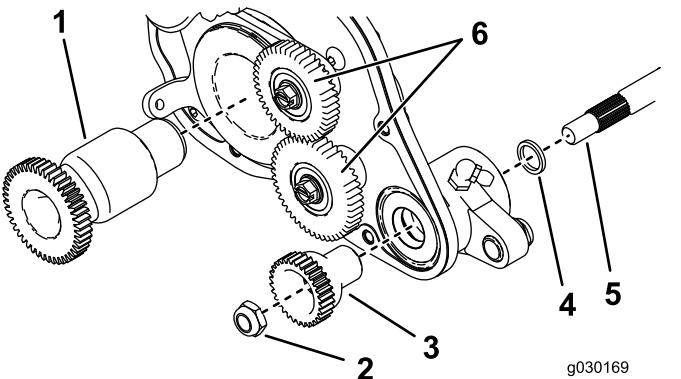

Figura 10
4. Aplique grasa a la junta del soporte del cojinete de la transmisión y al extremo acanalado del eje del groomer (Figura 10).
6. Deslice el extremo acanalado del eje del groomer en el soporte del cojinete del conjunto de la transmisión (Figura 10).
8. Sujete el engranaje al eje del groomer con la contratuerca del engranaje arrastrado (Figura 10).
13. Sujete el engranaje de arrastre del groomer al eje del molinete, en el lado derecho del molinete (Figura 10), y apriete a 170 N·m.
14. Instale y sujete los engranajes intermedios (Figura 10), y apriete los tornillos a 13,5 N·m.